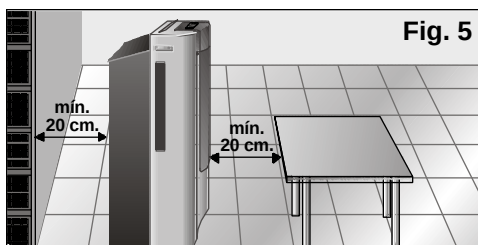

Fig. 5
- ☐ Por segurança, antes de ligar o seu equipamento é necessário que este esteja separado pelo menos 20 cm de qualquer superfície próxima, **Fig. 5**.